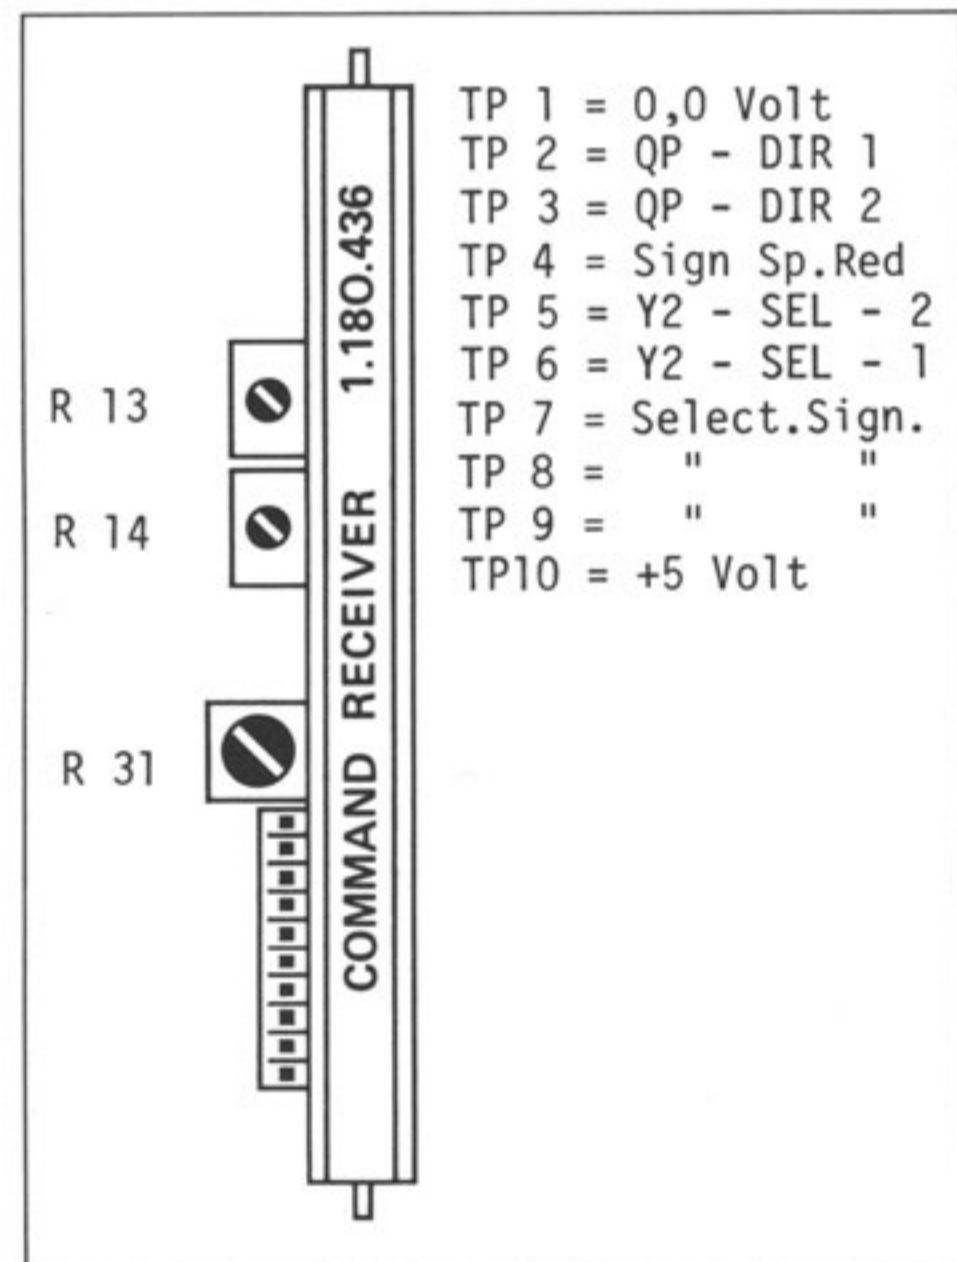

Fig. 3.2.2
- Mit Potentiometer R13 wird der Einsatzpunkt des Bandauslaufs für Rückwickelbetrieb eingestellt (Fig. 3.2.2).
- Mit Potentiometer R14 wird der Einsatzpunkt des Bandauslaufs für Vorwickelbetrieb eingestellt (Fig. 3.2.2).
- The cut-in point of the deceleration in the rewind direction can be adjusted with potentiometer R13 (Fig. 3.2.2)
- The cut-in point for the deceleration in the forward wind direction can be adjusted with potentiometer R14 (Fig. 3.2.2).